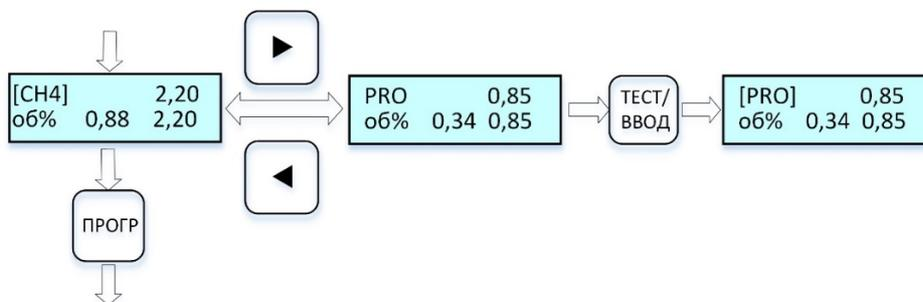

Рисунок 11 – Циклограмма выводимых сообщений на дисплей при выборе газа
2.4.3.15 Для **выбора наименования (обозначения) газа** выполнить процедуры по циклограмме *рис. 11*: